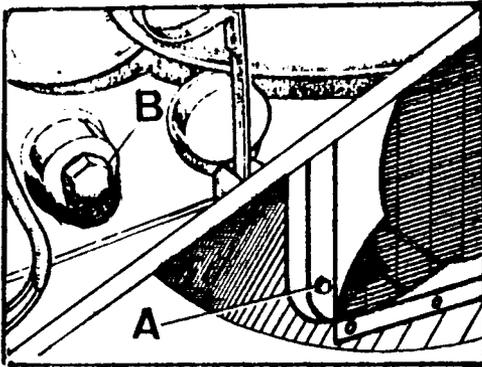

Fig. A3-4 Vaciado del sistema de refrigeración
1.2. Desmontar el tapón de vaciado del radiador, A (Fig. A3-4) y el de vaciado -- del bloque, B, dejando que salga todo el refrigerante del circuito.
2.2. Se apretarán los tapones de vaciado del radiador y bloque, A y B (Fig. A3-4).